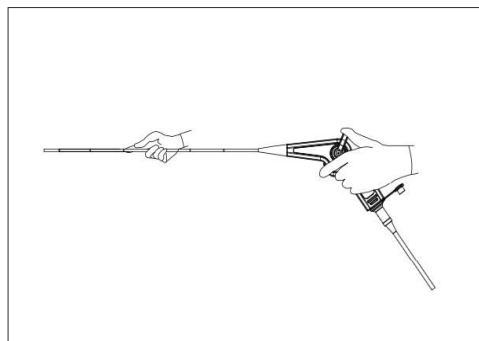

Fig. 7.4
1. Lorsque vous portez l'endoscope à la main, tenez la section de commande dans une main et tenez l'extrémité distale du tube d'insertion fermement, mais doucement sans serrer, dans l'autre main (voir la figure 7.4).